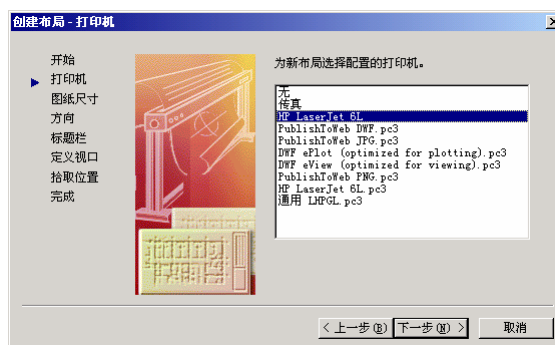

图 7-3 配置打印机
(2) 单击“下一步”按钮，对话框中显示如图 7-3 所示内容。